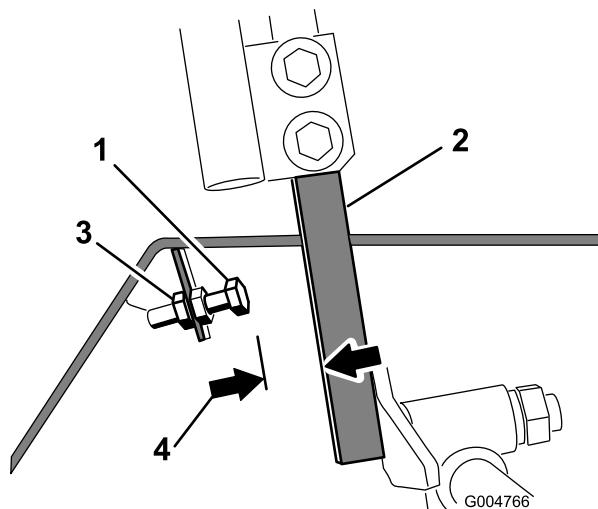

Figure 65
2. Desserrez l'écrou de blocage sur le boulon d'arrêt de l'un des leviers de commande (Figure 65).